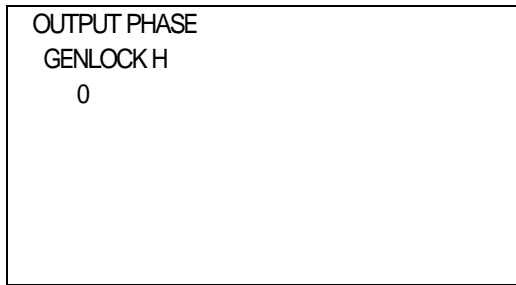

図4-30 オンスクリーンメニュー (GENLOCK H例)
- 1) OUTPUT PHASEメニューで「GENLOCK H」を選択し、**ENTER**ボタンを押すと図4-30のような設定メニューが表示されます。